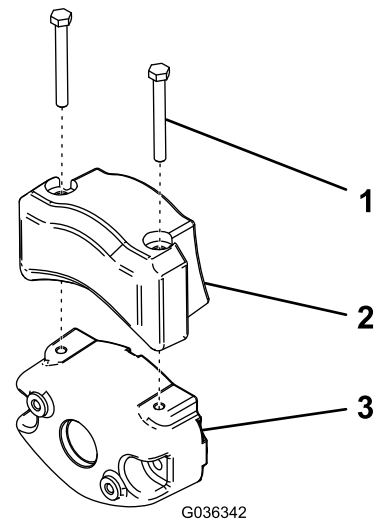

Figura 10
4. Sujete el contrapeso eléctrico al contrapeso existente con 2 tornillos, como se muestra en la Figura 10.